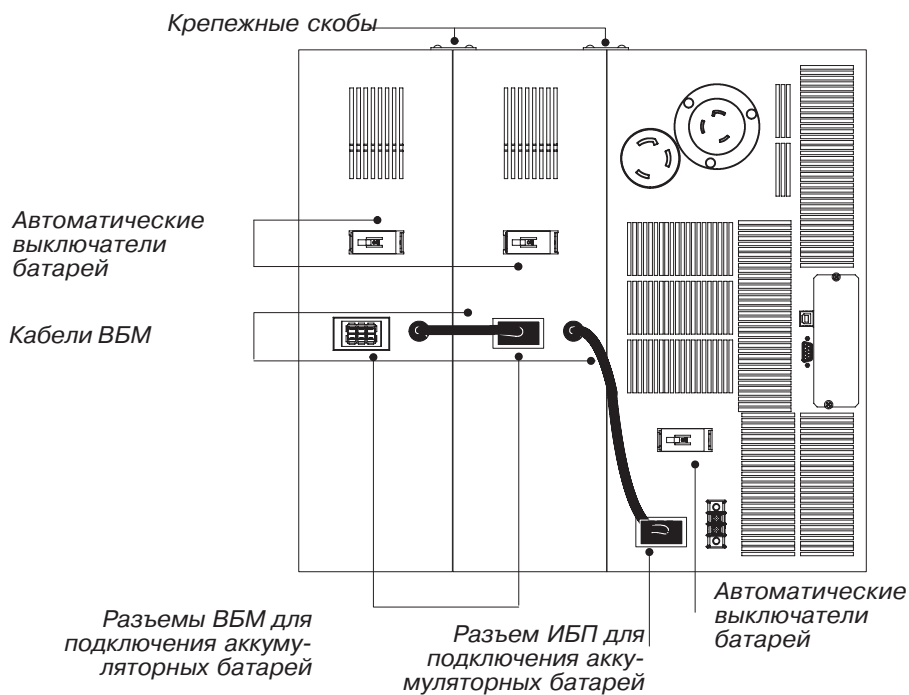

Рисунок 21. Подключение ВБМ
1. Переключите все автоматические выключатели батарей в положение Выкл. (0) (см. рис. 21).